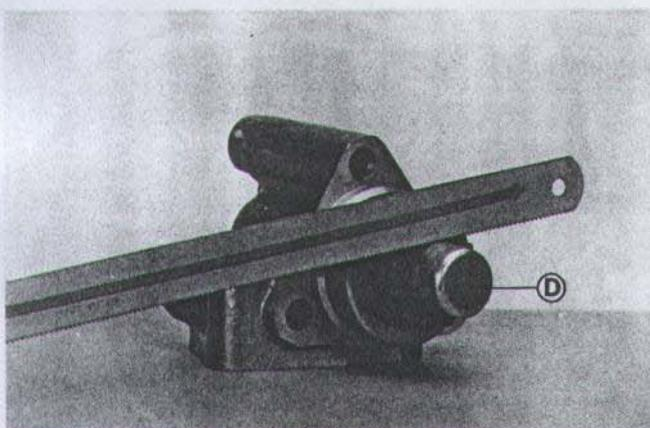

Fig. 78
1) - Dopo avere rimosso la scatola di rinvio incidere, con l'ausilio di un seghetto, il collare cianfrinato del cappuccio «D» di protezione (ved. fig. 78) e, con l'estremità di due cacciaviti, sfilare il cappuccio stesso.